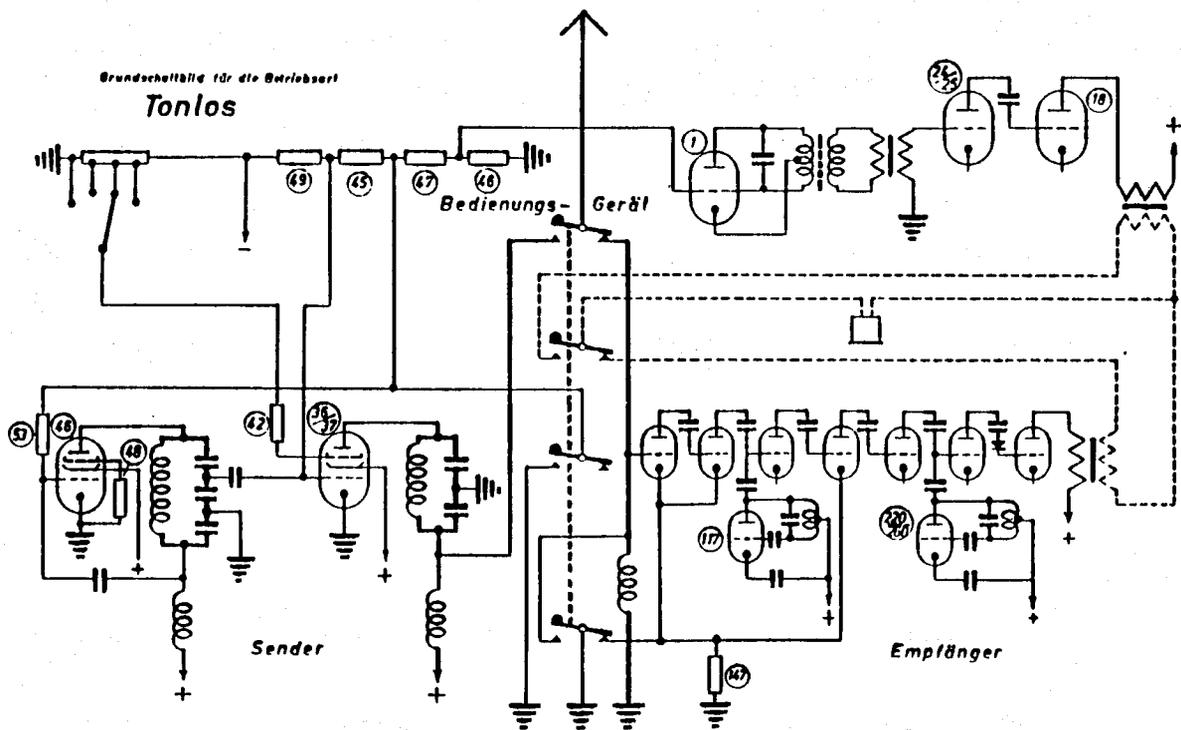

Abb. 4: Grundschaltbild für die Betriebsart „Tonlos“
Diese Betriebsart ist in Abb. 4 dargestellt. Der in der Röhre (1) erzeugte Ton wird hier nur zum Mithören benutzt. Die Röhre (1) wird gemeinsam mit dem Sender getastet (vgl. Absatz 26) und der erzeugte Ton nach Verstärkung durch die Röhren (18), (24) und (25) an die Kopfhörer gegeben. Sie